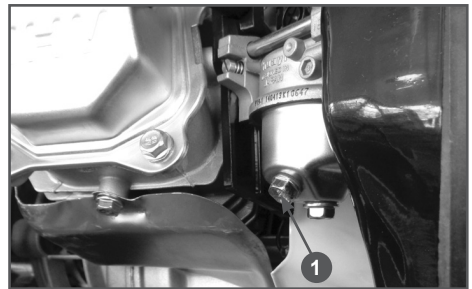

Рис. 20 Слив топлива из карбюратора
3. Открутите болт сливного отверстия (Рис. 20 п. 1) и слейте топливо из поплавковой камеры карбюратора.